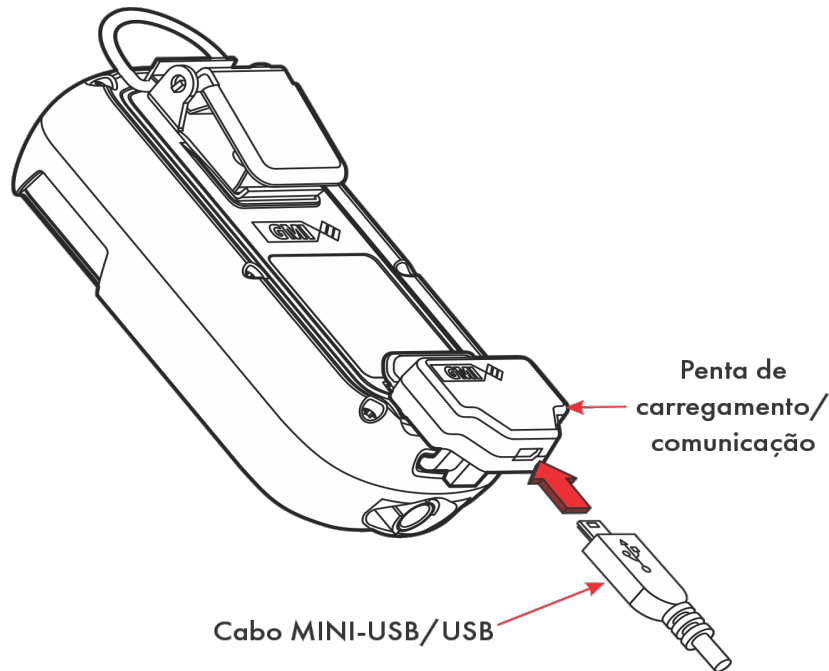

Figura 50: Conexão do cabo ao pente de carregamento/comunicação
2. Conecte o cabo MINI-USB/B fornecido ao pente de carregamento/comunicação (consulte Figura 50: Conexão do cabo ao pente de carregamento/comunicação).